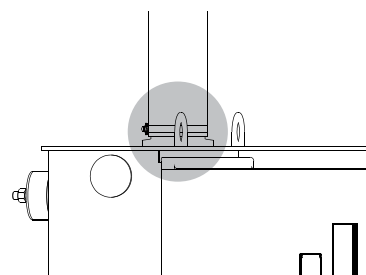

Рис. 69. Установите хомут
- Закрепите трубку хомутом. См. рис. 69.